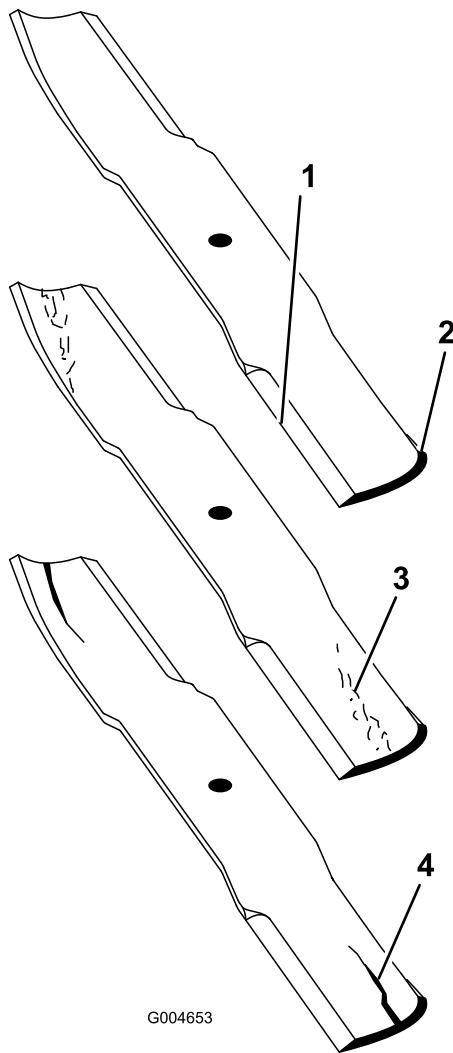

Figura 71
1. Controllate i taglienti (Figura 71). Se i taglienti non sono affilati o mostrano delle tacche, togliete le lame e affilatele. Vedere Affilatura delle lame.
2. Controllate le lame, in particolare l'area curva (Figura 71). In caso di danni, usura o scanalature nell'area (Figura 71), montate immediatamente una nuova lama.